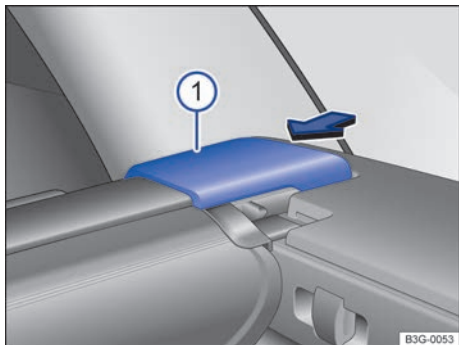

Fig. 231 En el maletero: desmontar la cubierta del maletero.
- Empuje el soporte de la cubierta → fig. 231 ① en el sentido de la flecha y manténgalo en esta posición.
- Suelte el soporte de la cubierta → fig. 231 ①.